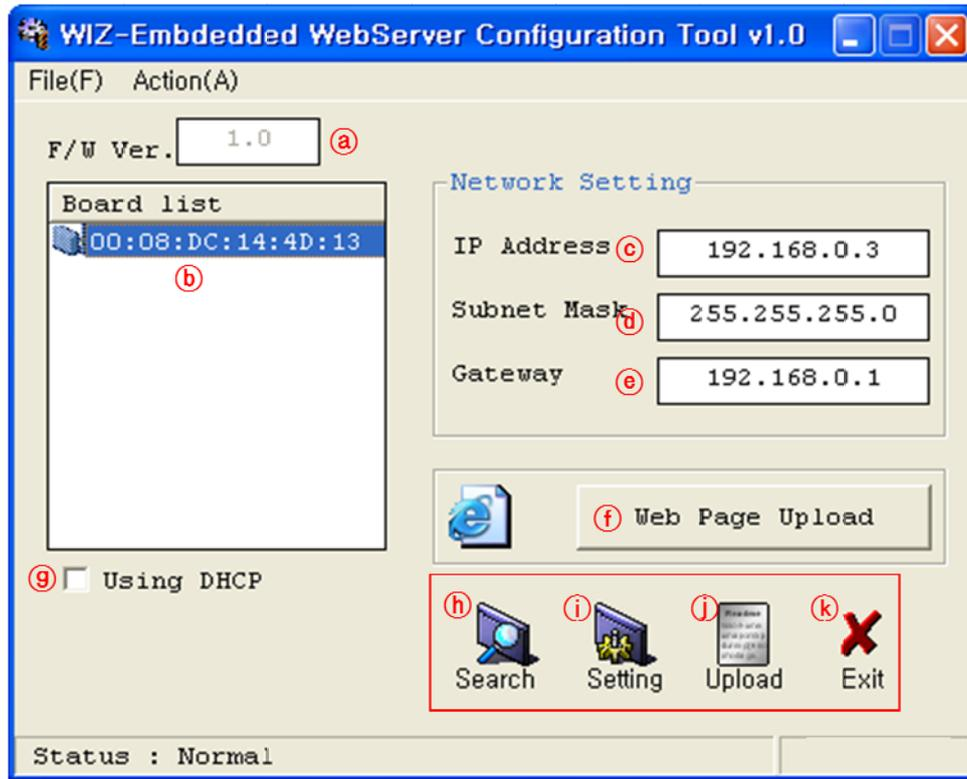

Figure 11. Configuration Tool
- ④ Figure 11과 같은 화면이 나타나면, 업로드를 위한 Binary 파일을 선택하고 “열기”버튼을 클릭합니다.